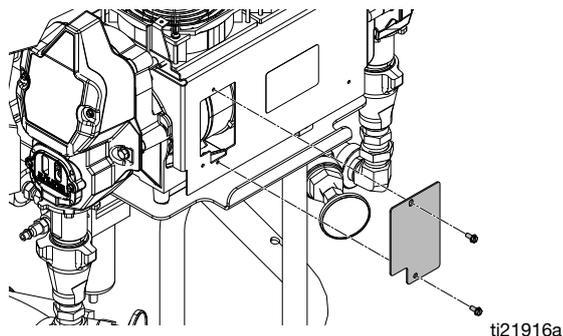

图 19 电机电刷
6. 拆下显示窗控制盖 (26)。按下列步骤断开电动机电缆的连接：
- a. 取下两个螺栓和检修盖板。参见图 19（第 55 页）。
- b. 取下两个螺栓和检修盖板。参见图 19（第 55 页）。